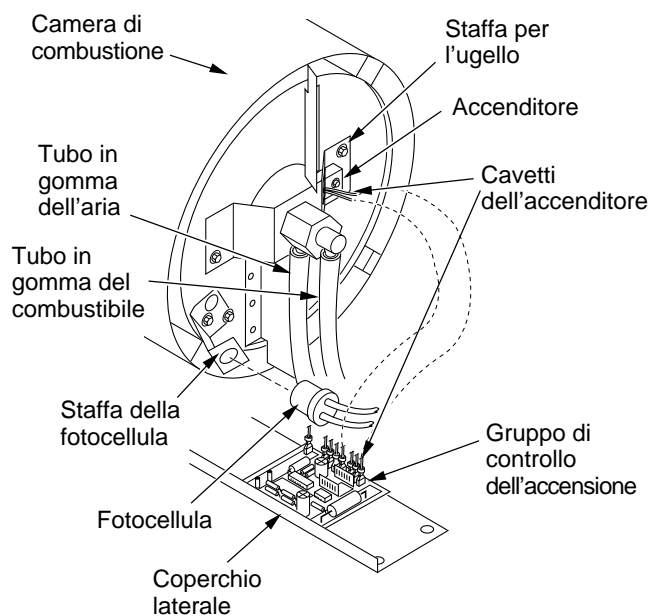

Figura 11. Scollegamento dei cavetti dell'accenditore dal gruppo di controllo dell'accensione
4. Scollegare i cavetti (nero) dell'accenditore dal gruppo di controllo dell'accensione (vedere la Figura 11). Tirarli verso l'alto attraverso il foro praticato nel semiguscio inferiore.
5. Scollegare i tubi in gomma del combustibile e dell'aria. Togliere la fotocellula dalla staffa (vedere la Figura 11).